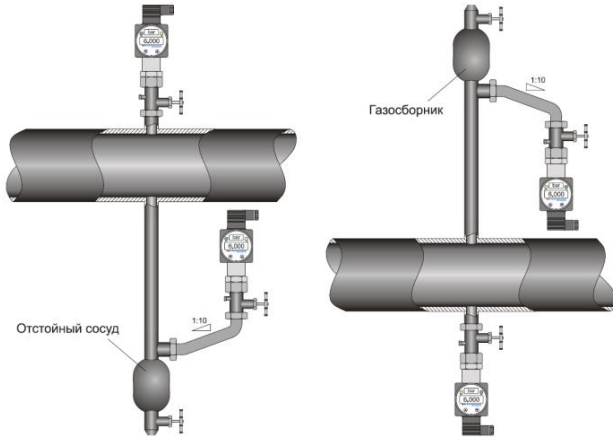

Рисунок 2. Монтаж датчика для измерения давления газа (слева) и жидкости (справа).
4.4. Механическое присоединение датчиков рекомендуется производить с ориентацией, при которой соединительная линия от места отбора давления имеет односторонний уклон (≥1:10) вверх к датчику, если измеряемая среда – газ, и вниз к датчику, если измеряемая среда – жидкость (см. рис. 2.). Если это невозможно, при измерении давления газа в нижних точках соединительных линий следует устанавливать отстойные сосуды, а при измерении давления жидкости в наивысших точках – газосборники. Отборные устройства для установки датчиков рекомендуется монтировать на прямолинейных участках, на максимально возможном удалении от насосов, запорных устройств, колен, компенсаторов и других гидравлических устройств.